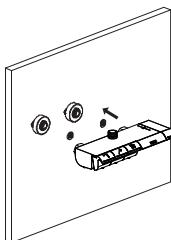

Figura 1
- d) Atornille las tapas decorativas en la pared (Figura 1).